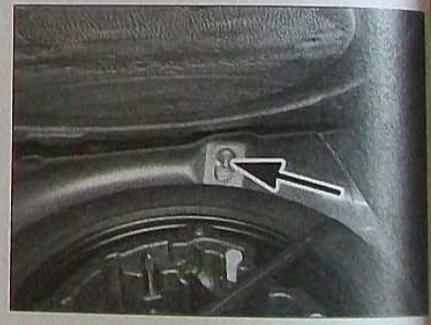

FIG.13
- Déposer la fixation supérieure de l'amortisseur droit (Fig.13).